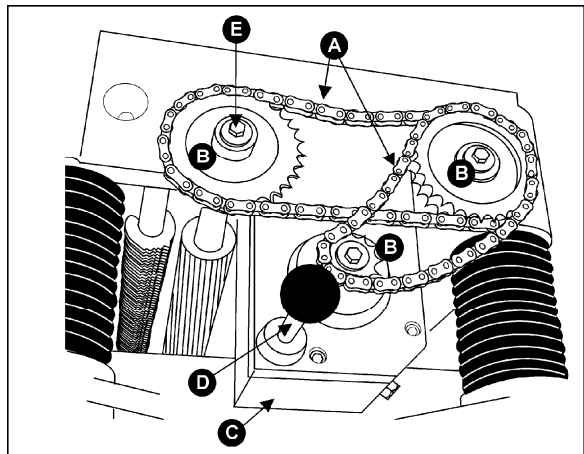
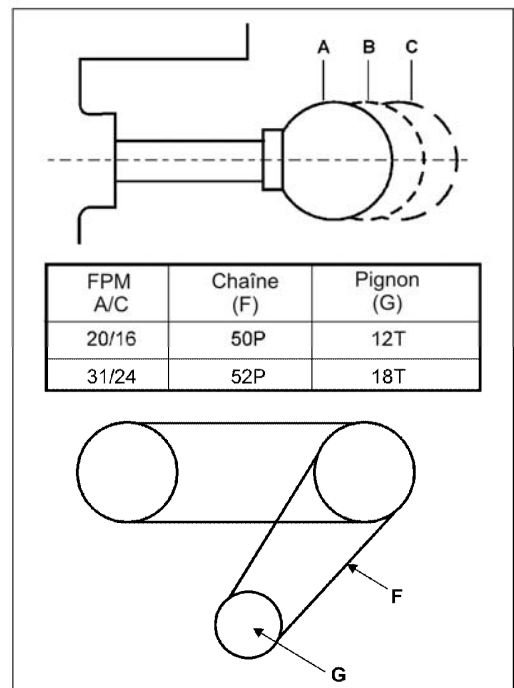

Figure 30
Figure 31
Votre machine est équipée d'une spirale, d'un rouleau d'entrée dentelé et d'un solide rouleau de sortie en acier. Lorsque les rouleaux d'alimentation sont enclenchés, ils pivotent pour alimenter la bille. Les rouleaux d'alimentation ralentissent automatiquement lorsque la machine porte une lourde charge pour un excellent rabotage dans toutes les conditions. Les rouleaux d'alimentation sont entraînés par des chaînes (A, Figure 30) et des pignons (B, Figure 30) qui tirent leur énergie directement de la tête de la découpeuse jusqu'à la boîte de vitesse du bain d'huile (C, Figure 30).
La boîte de vitesse comporte deux vitesses d'alimentation. Elles sont réglées en tirant ou en poussant le levier de changement (D, Figure 30) lorsque la machine est en cours de fonctionnement. La moyenne de la vitesse d'alimentation est illustrée sur la Figure 31.
Vous pouvez obtenir des vitesses d'alimentation très basses pour votre raboteuse (16,2 pi/min et 20,7 pi/min) en remplaçant le pignon inférieur (arbre de vitesse) et sa chaîne (Figure 31).
2. Retirez les trois vis à tête hexagonale et les rondelles (E, Figure 30).
3. Retirez simultanément les trois pignons (B, Figure 30) du rouleau d'entrée, du rouleau de sortie et de l'arbre de sortie.
4. Lorsque tous les pignons sont déposés, remplacez le pignon d'arbre de vitesse (G, Figure 31) et sa chaîne (F, Figure 31) ainsi que ceux de taille différente.
5. Montez tous les trois pignons et les chaînes aux arbres, serrez toutes les vis à tête hexagonale et les rondelles (E, Figure 30).